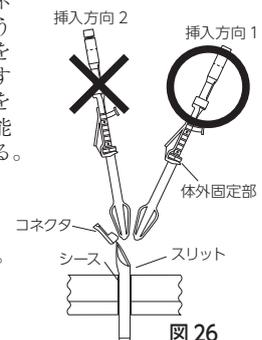

図 26
- ボタンの挿入時は、ボタン先端をシースのスリットと反対側(コネクタ側)に向けて挿入操作を行うこと(挿入方向1)。ボタン先端をシースのスリットに向けて挿入すると(挿入方向2)、挿入ルートを逸脱し、ボタンの挿入困難の可能性や、腹腔内誤留置の危険性がある。(図 26)